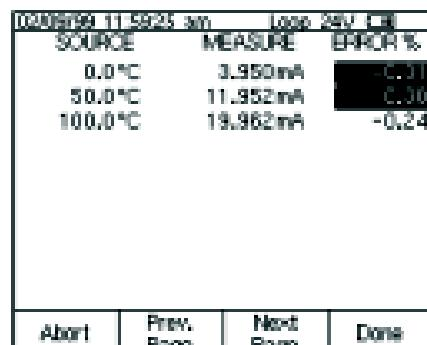

图22
- 按 Done, 然后再按 Auto Test 键。测试完成以后, 显示误差一览表 (图 22)。超过误差的测试用加亮方式显示出来。如果测试通过, 即没有加亮的误差显示, 则不需要进行调节。如果有加亮的误差, 就需要进行输出调节的工作。按 Done 软键退出测试结果屏幕, 根据需要编辑标签、序列号或 ID 域, 然后再按 Done 键。